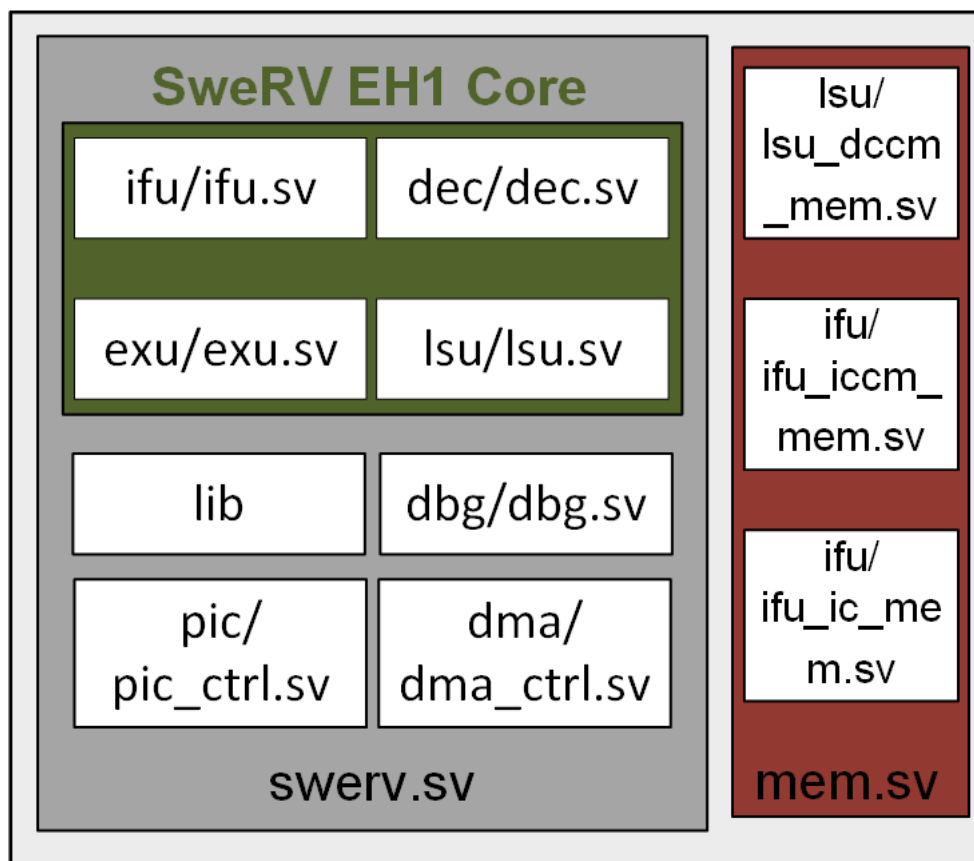

Figura 27. SweRV EH1 Core Complex
A Figura 27 mostra a estrutura do ficheiro do **SweRV EH1 Core Complex** (Figura 20). O núcleo está organizado em três blocos principais: um *wrapper* SweRV (destacado a cinzento) que inclui o SweRV EH1 Core (destacado a verde) e outros elementos (como o Controlador de Interrupções ou a Unidade de Depuração), e as Memórias de Dados/Instrução e Cache de Instruções (destacado a vermelho).
O ficheiro principal do SweRV EH1 Core Complex é o: *swerv_wrapper.sv*; o módulo de topo chama-se **swerv_wrapper**, e instancia dois módulos que correspondem aos dois blocos destacados a cinzento e vermelho na Figura 27:
O SweRV EH1 Core (realçado a verde na Figura 27) é composto pelas quatro unidades:
- **swerv_wrapper_dmi** (disponível dentro de *SweRVeh1CoreComplex/swerv_wrapper_dmi.v*): instanciação (linha 407 de *swervolf_core.v*) do SweRV EH1 Core Complex da Western Digital, descrito na seção anterior (Figura 27).